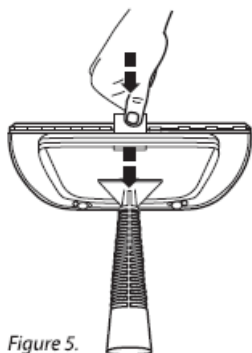

Figure 5.
4. Aby wyjąć narzędzie do czyszczenia okien/drzwi, po prostu pociągnij za wypustkę, aby zwolnić narzędzie do czyszczenia parą tkanin (Rysunek 5.).